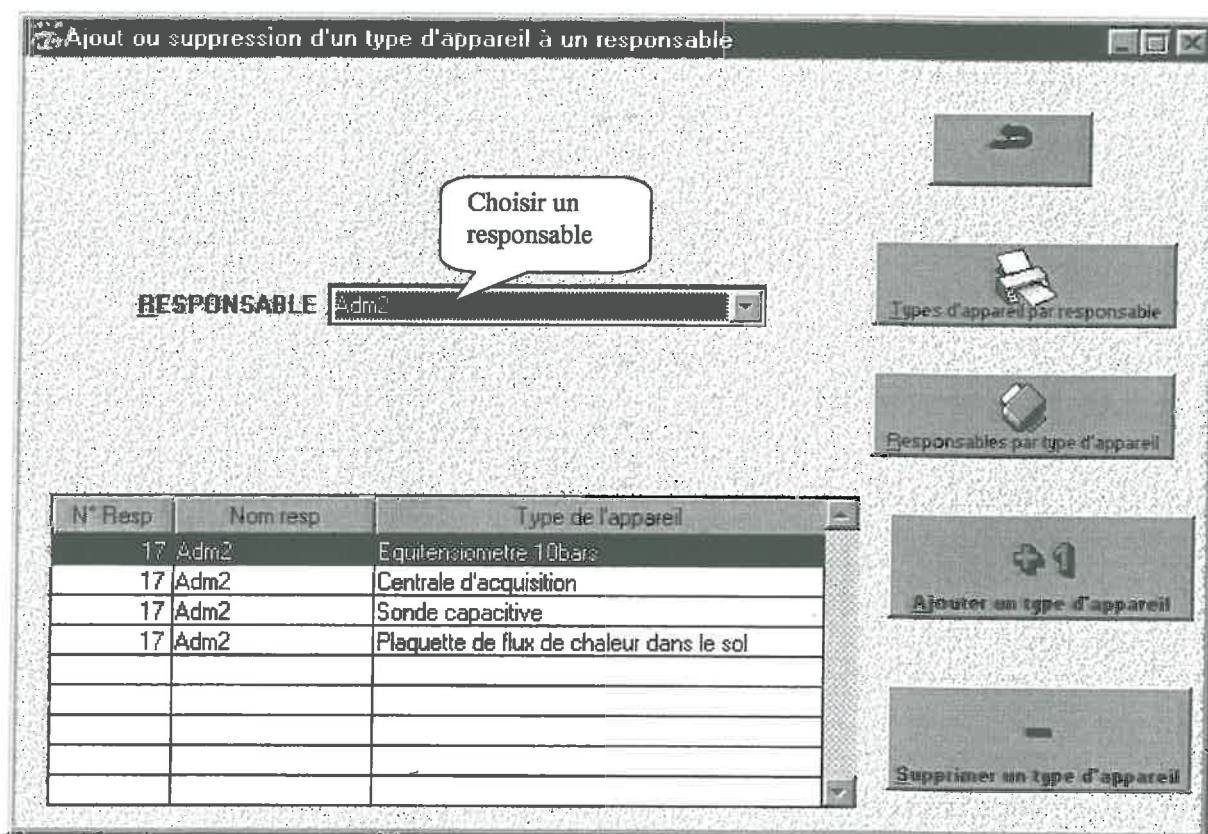

Fig. 40 : Choix d'un responsable pour lui ajouter un type d'appareil
- La fenêtre suivante s'ouvre (fig. 40):
- La fenêtre de la fig.40 s'ouvre.
- La fenêtre de la fig.42 se ferme et le tableau de la fig.40 est mis à jour
- La fenêtre fig.40 ou fig.42 ne s'affiche pas
- Après l'appui sur le bouton 'Supprimer un type d'appareil' de la fenêtre fig.40 , le message suivant apparaît :